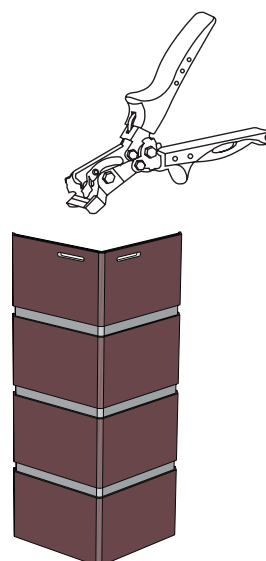

Рисунок 101
- 18.3** Под завершение стены, угол подрезается по высоте. Используя, пробойник овальных отверстий или шуруповерт со сверлом диаметром 4-5 мм, сделайте перфорационные отверстия (Рис. 101) и зафиксируйте саморезами к обрешетке.